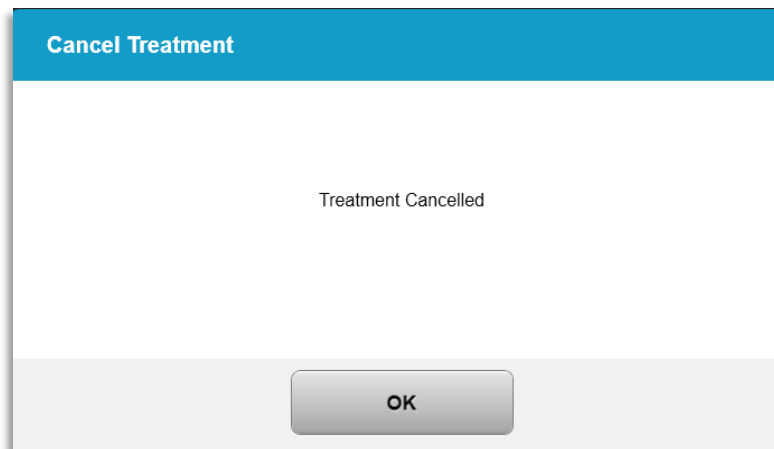

Bild 3-29. Bekräftelse för avbruten behandling
- Om behandlingens avbrott har bekräftats visas meddelandet "Behandling avbruten" (Treatment cancelled) på skärmen, vilket visas på bild 3-29.